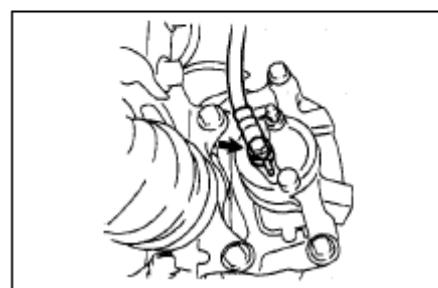

Рис. 287
(2) Установите с помощью болта новую прокладку и трубку.(рис. 287)